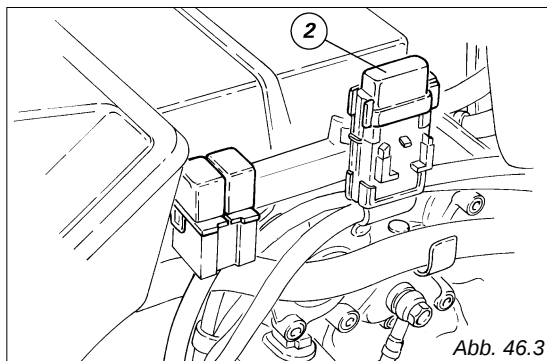

Abb. 46.3
Die Sicherung neben der Batterie (Abb. 46.3), sorgt für den Schutz des elektronischen Reglers. Um daran gelangen zu können, muss man die Schutzkappe (2) abnehmen.